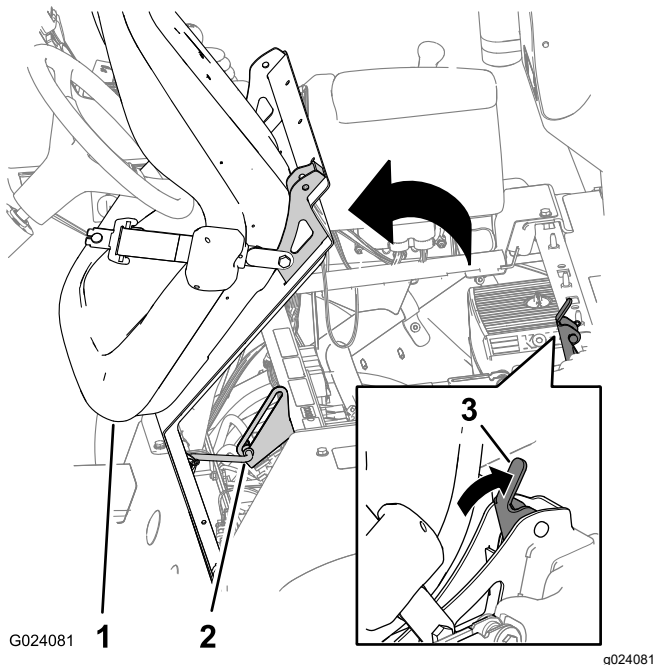

Figura 30
1. Desenganche el asiento empujando hacia atrás la palanca de enganche del asiento (Figura 30).
2. Gire el asiento y la chapa del asiento hacia delante, hasta que el extremo de la varilla de sujeción esté en la parte inferior de la ranura del soporte (Figura 30).